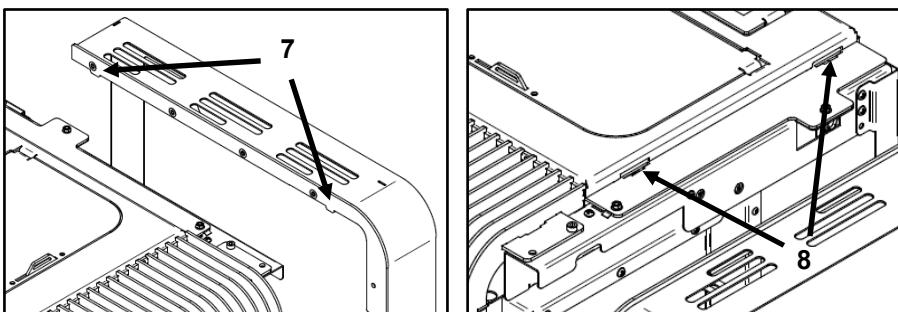

Figura 42 – Colocação das envelopantes Aspen
h) No equipamento **Aspen**, encaixar primeiro os furos inferiores **5** das envelopantes laterais, nos guias **6** que se encontram no fundo da máquina, depois no sentido descendente encaixar os apoios **7** nos rasgos **8**, como demonstra a Figura 42.